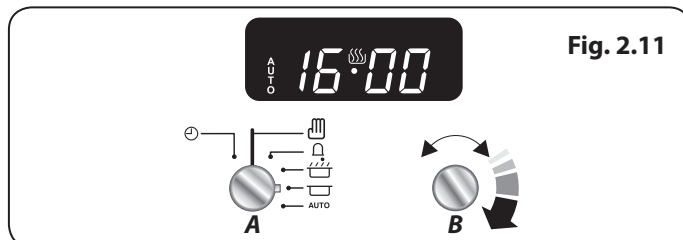

Fig. 2.11
3. Girare la manopola di Regolazione (B) per impostare l'ora del giorno in cui si desidera che il forno smetta di cuocere (**Fig. 2.11**).